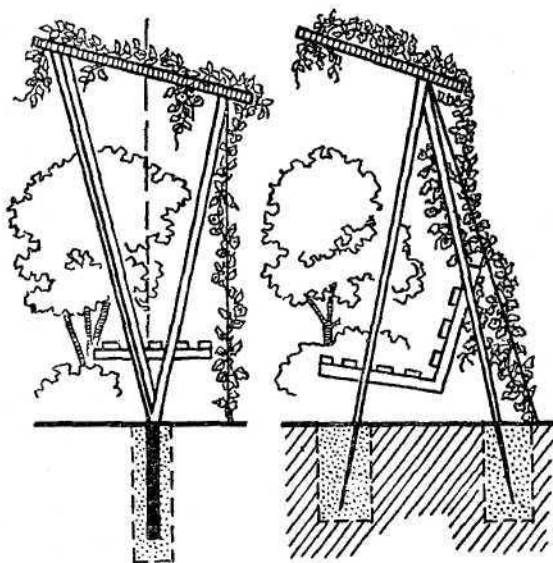

Рис. 2. Перголы
Перголы — более сложные конструкции для вертикального озеленения (рис. 2). В отличие от стенок, они имеют горизонтальный или наклонный элемент — крышу, которая загораживает зону отдыха от прямых солнечных лучей. Для пергол нужен более прочный материал, например, 1—1,5-дюймовые оцинкованные трубы. Это объясняется большим весом зеленой массы и значительной ветровой нагрузкой, воздействующими на каркас пергол.
*При установке пергол необходимо обратить внимание на правильную установку боковинок, они должны стоять строго вертикально. При этом центр тяжести У-образной боковины должен находиться в вертикальной плоскости, проходящей через нижнее пересечение труб (на рис. 2 — пунктир).*